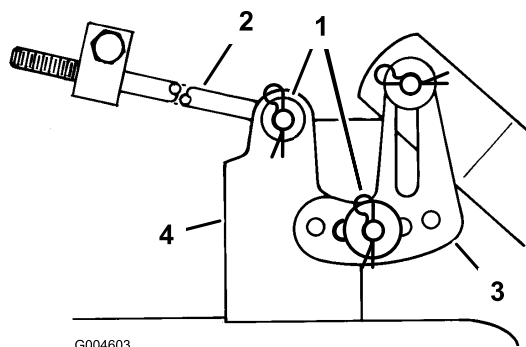

Figura 42
15. Retire el pasador y la arandela de la parte superior del soporte de nivelación del cortacésped (Figura 42).
17. Retire el pasador y la arandela del extremo de la varilla larga (Figura 42). Retire la varilla del soporte del cortacésped. Repita este paso en el otro lado del cortacésped.
13. Deslice el extremo de la varilla larga a través del agujero del soporte del cortacésped (Figura 42).
15. Monte el soporte de nivelación con ranuras del cortacésped sobre el perno del brazo de ajuste de la altura de corte (Figura 42).